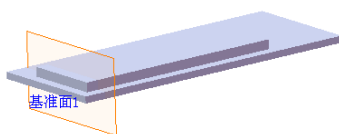

图 17.7.7 创建基准面 1
Step4. 创建图 17.7.7 所示的基准面 1。
(1) 选择下拉菜单 **插入(I)** → **参考几何体(G)** → **基准面(P)...** 命令, 系统弹出“基准面”对话框。